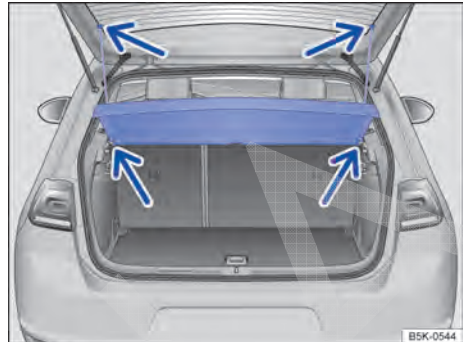

Fig. 174 No compartimento de bagagem: desinstalar e instalar a cobertura do compartimento de bagagem.
- Desprender as cintas de fixação na tampa do compartimento de bagagem → Fig. 174 (setas superiores).
- Pressionar a cobertura do compartimento de bagagem para cima puxando para fora dos suportes laterais → Fig. 174 (setas inferiores).
- Pressionar a cobertura do compartimento de bagagem por cima para dentro dos suportes laterais → Fig. 174 (setas inferiores).
- Prender as cintas de fixação na tampa do compartimento de bagagem → Fig. 174 (setas superiores).